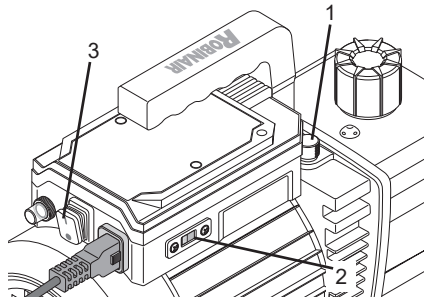

Abbildung 7
6. Überprüfen Sie die Position des Spannungswahlschalters (2) (siehe Abbildung 7), um sicherzustellen, dass die gewählte Spannung mit der Nennspannung der Stromversorgung übereinstimmt.
1. Schalten Sie die Vakuumpumpe (3) ein (siehe Abbildung 7).
Das Gasballastventil (1) befindet sich neben dem Griff, gegenüber dem Einlassanschluss (siehe Abbildung 7).
3. Schalten Sie die Vakuumpumpe (3) aus (siehe Abbildung 7).